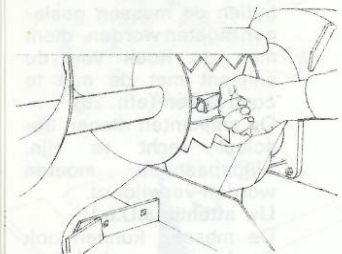

Abb. 33
- Bei notwendigen Montagearbeiten können die Schnecken abgenommen werden. Abb. 33.
- Augers can be removed if any repair or maintenance work has to be carried out on the implement (Fig. 33)
- Pour faciliter les travaux de montage indispensables, on pourra retirer les vis, fig. 33.
- Per necessità di montaggio si possono smontare le ruote a vite senza fine (fig. 33).
- Indien er montagewerkzaamheden nodig zouden zijn, kunt U de schoepenwalsen, verwijderen, zie afb. 33.